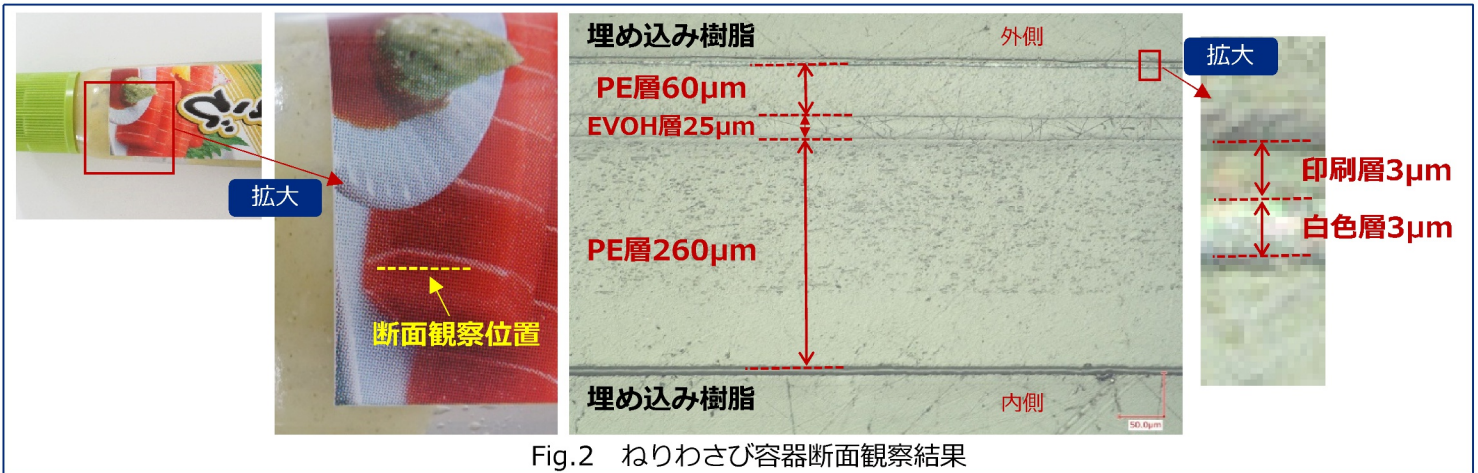
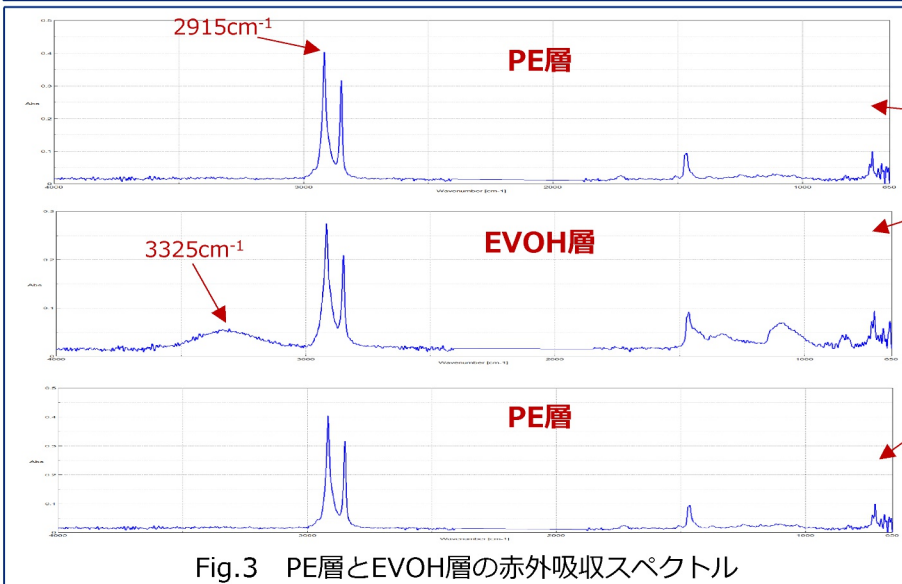

Fig.2 ねりわさび容器断面観察結果
Fig.3 PE層とEVOH層の赤外吸収スペクトル
■ ねりわさび容器の一部をエポキシ樹脂で包埋し、研磨琢磨した後、断面をデジタルマイクروسコープにて観察しました。結果、容器は5層構造になっており、赤外分光法(FT-IR)での成分分析もふまえると、内側から260 μm 程のPE層、25 μm 程のEVOH層、60 μm 程のPE層、3 μm 程の白色層、最外側に3 μm 程の印刷層で構成されることがわかりました(Fig.2)。白色層と印刷層については薄いこともありFT-IRでは明確な結果は得られませんでした。PE層とEVOH層では3325 cm^{-1} のO-H伸縮振動のピークに大きな差異が認められます(Fig.3)。そこで、PE層で一番高いピークである2917 cm^{-1} のC-H伸縮振動のピークとEVOHの3325 cm^{-1} のO-H伸縮振動のピークに注目してFT-IRによるイメージングを行いました。Fig.4の赤い部分がPE、緑色の部分がEVOHに該当します。